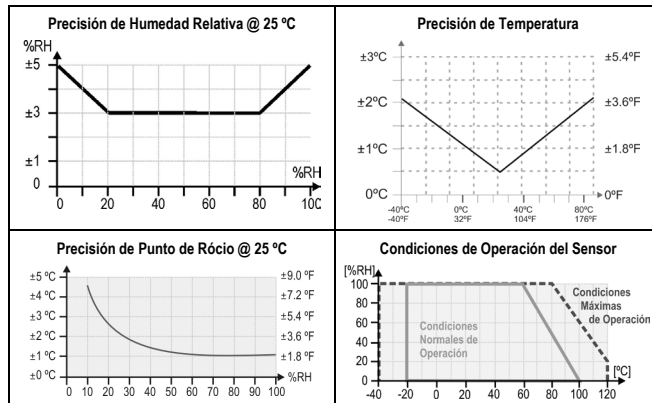

Fig. 01 - Precisión en la medición de humedad y temperatura
Precisión: Ver Fig. 01;
Sensor y Vaina (DM): Ver Fig. 01.
El sensor de humedad posee rango máximo de 0 a 100 % RH y precisión total de 3 % a 25 °C, de acuerdo a la Fig. 01. Luego, podemos tener un error de hasta 3 % RH en cualquier rango configurado.